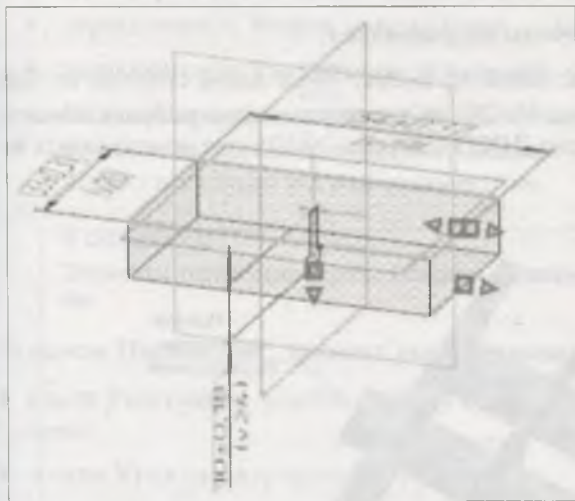

Рис. 19.9. Фантом модели параллелепипеда
- ♦ на панели инструментов **Элементы тела** щелкните ЛК мыши по кнопке  — **Элемент выдавливания**. На экране вы видите фантом (рис. 19.9) будущей модели со стрелкой, указывающей направление выдавливания. Активизировалась панель **Параметры: Элемент выдавливания** (рис. 19.10). В ее **Заголовке** появились кнопки команд группы: **Элемент вращения**, **Элемент по траектории** и **Элемент по сечениям**. Значит, как и в режиме **Чертеж**, вы можете использовать данные команды, не выходя из создания элемента выдавливания.